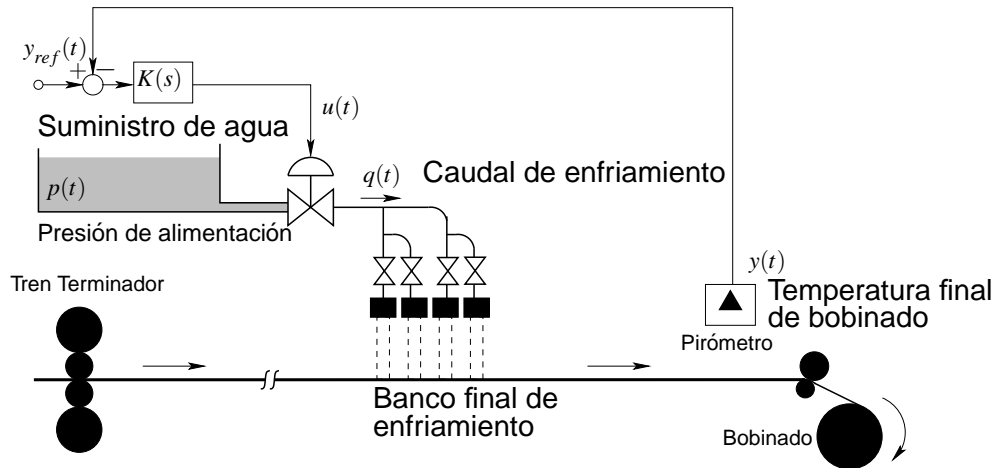

Figura 1: Control de temperatura de bobinado
1. **Problema de diseño.** La Figura 1 muestra un esquema del proceso final de enfriamiento y bobinado en un tren de laminación de chapa en caliente. Antes de ser bobinada, la chapa debe ser enfriada a un valor de temperatura de referencia y_{ref} especificado. La regulación de la temperatura final de bobinado $y(t)$ se realiza controlando el caudal $q(t)$ de agua del banco de enfriamiento mediante una válvula y utilizando la medición de $y(t)$ provista por un pirómetro óptico.